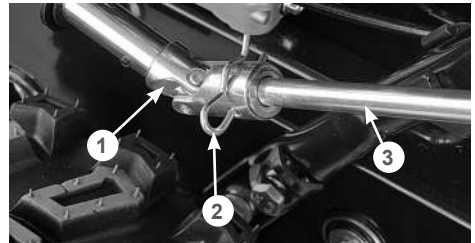

Рис. 27 Крепление рычага управления поворотом жёлоба
- вставьте рычаг 3 в карданный соединитель 1, совместите отверстия в рычаге и соединителе и зафиксируйте рычаг шплинтом 2 (Рис. 27).